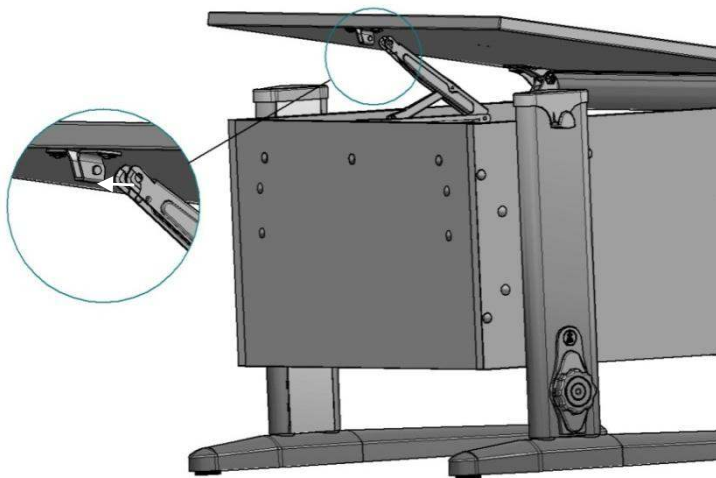

Рис. 13
4.7.1. Фиксатор столешницы Multiflex верхней частью ввести в кронштейн верхний согласно рис. 13; 13а.
Рис. 13а